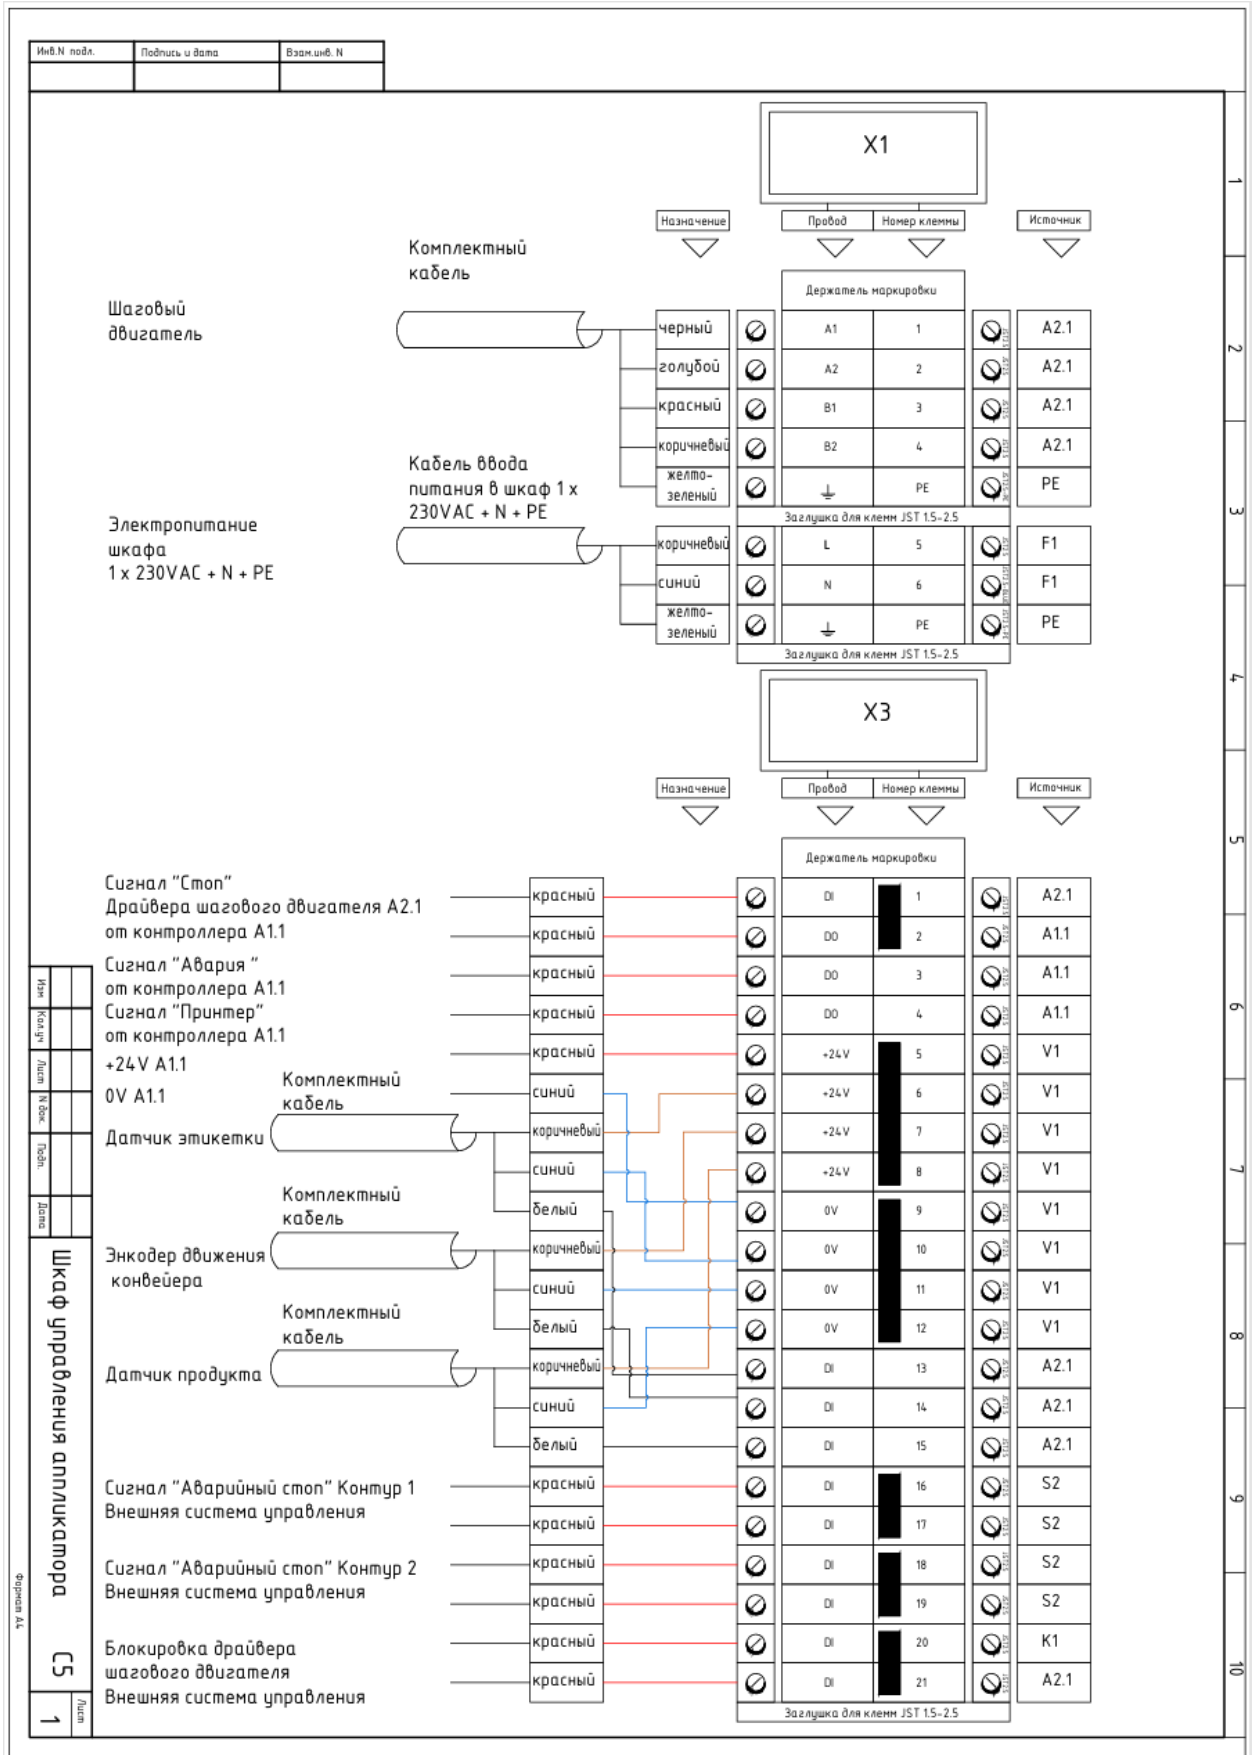

Рисунок 3. Схема внешних подключений этикетировщика
3. Выполните подключение шкафа управления этикетировщика в соответствии со схемой внешних подключений (рис. 3):